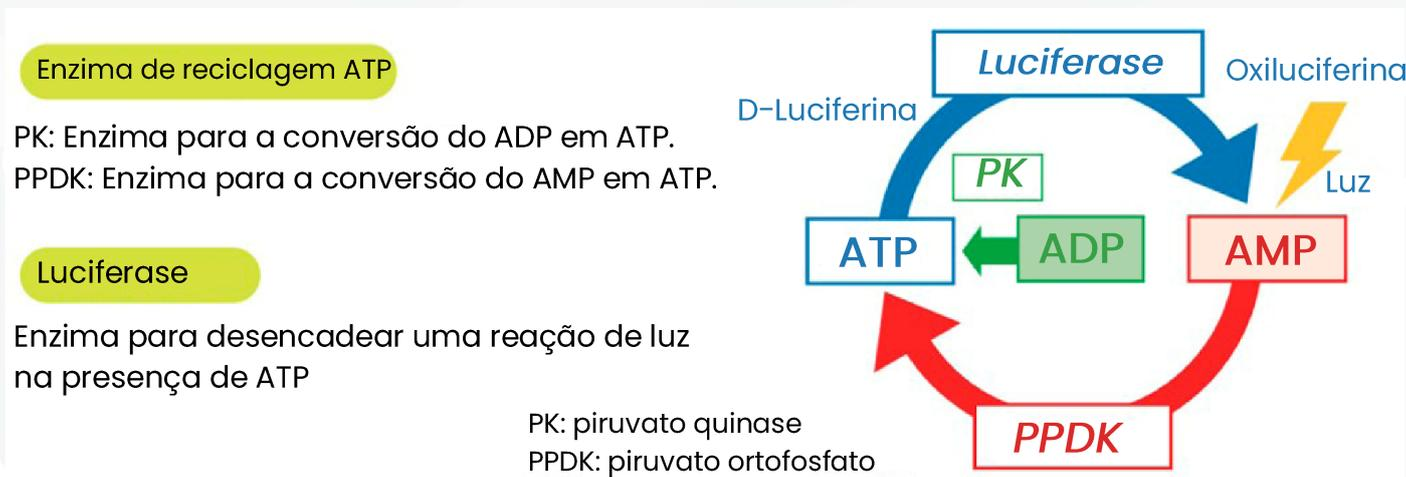

Figura 2: Princípio do método da luminescência utilizando o ciclo enzimático Bakke (Bakke 2022)
O princípio da verificação da tecnologia A3 é mostrado na Figura 2. O ATP é quantificado através da reação de luminescência utilizando a luciferase de pirilampo. O AMP que já foi produzido é reciclado em ATP pela reação de piruvato ortofosfato diquinase (PPDK) para que o ciclo possa recomeçar. A conversão do ADP ocorre por meio de piruvato quinase (PK) em ATP e é transferida para o processo de reciclagem. A quantidade de luminescência é proporcional às quantidades de ATP, ADP e AMP presentes. Quanto mais intensa for a reação da luz, mais impurezas orgânicas existem na amostra. (Bakke 2022; HyServe GmbH & Co.KG 2022)